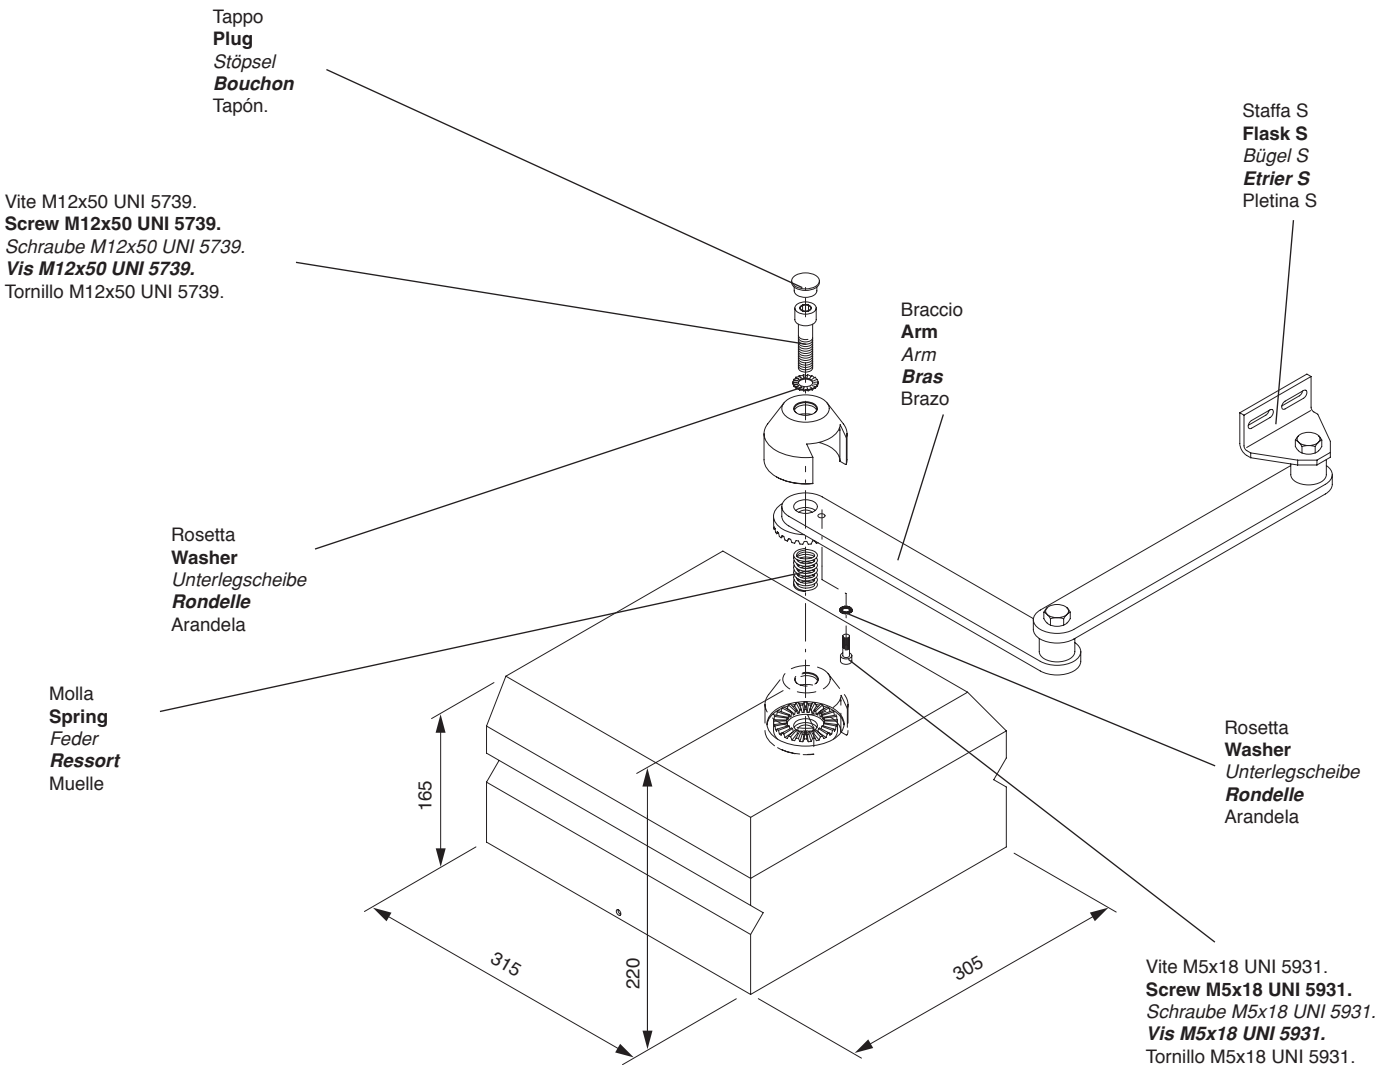

Fig.3
3.2 Once everything has stabilized, fix the motoreducer to the base plate with the 4 M10 nuts already used, assemble the casing and then the other components as per fig. 3.
3.2 Lorsque le cîment est sec, fixer le moteur-réducteur à la plaque de base en utilisant 4 écrous M10 utilisés en précédence, monter le carter et ensuite tous les autres particuliers comme suivant la figure 3.